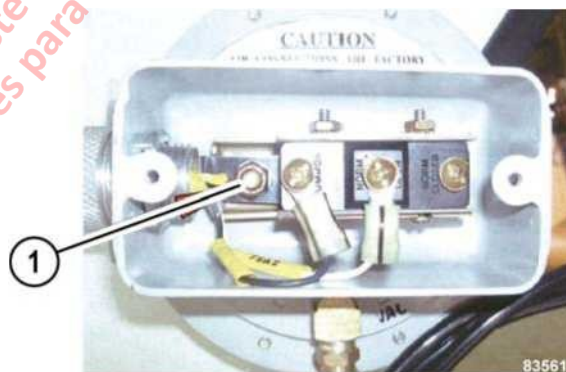

FIGURA 5-3. SWITCH PRESIÓN DEL SOPLADOR
- c. Utilice un destornillador para tuercas de 3/8 "para girar la tuerca de ajuste (1, figura 5-3) para aumentar (a la derecha) o disminuir (a la izquierda) el número de revoluciones en que el soplador se activa.
4. Ponga el interruptor de corte GF (2, Figura 5-3) en el gabinete de control en la posición CUTOFF.